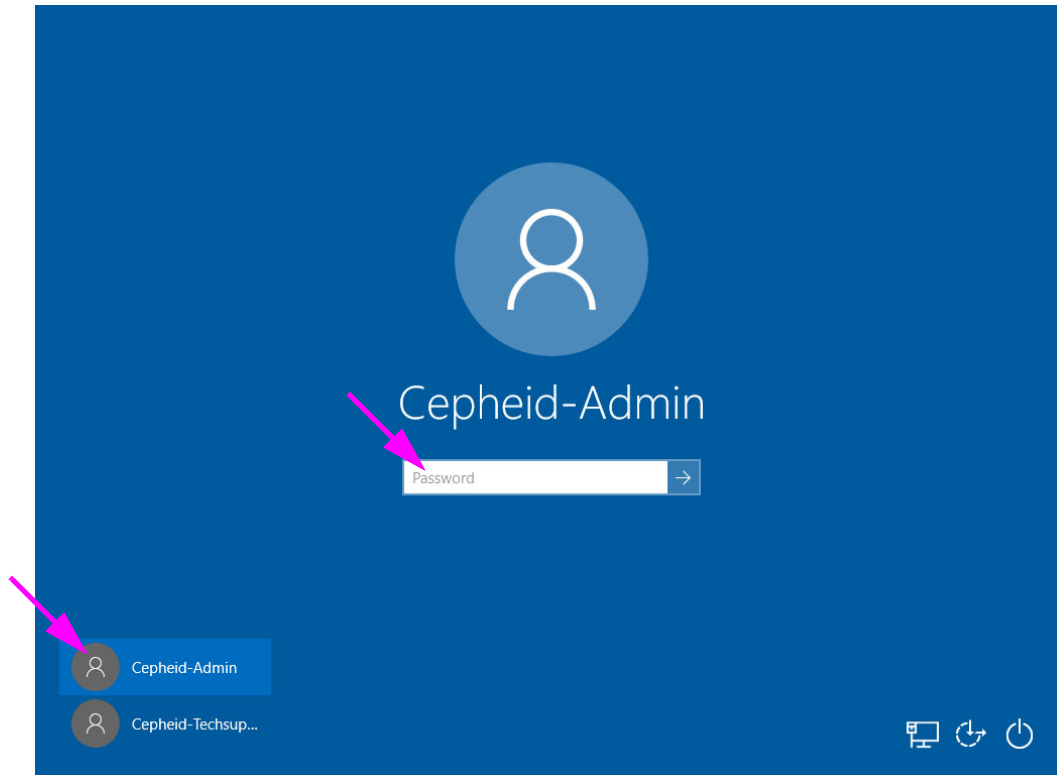

Figura 2-5. Ecrã de contas e palavra-passe do Windows 10
1. No Windows 10, após o arranque, aparece o ecrã de bloqueio do Windows. Ver Figura 2-4. Clique em qualquer ponto do ecrã para apresentar o ecrã de contas e palavra-passe do Windows. Ver Figura 2-5.
A conta **Cepheid-Admin** é utilizada para todas as tarefas do cliente, tais como a execução de testes, configuração do sistema e atualizações do software. A conta **Cepheid-Techsupport** destina-se a ser utilizada apenas pela Assistência técnica da Cepheid. Ver Figura 2-5.
2. No ecrã de contas e palavra-passe do Windows, selecione a conta de utilizador **Cepheid-Admin** (ver Figura 2-5).
3. No ecrã de contas e palavra-passe do Windows (ver Figura 2-5), digite a palavra-passe. A palavra-passe predefinida é **cphd** e tem de ser alterada quando iniciar sessão pela primeira vez (tal como indicado pelo software). Depois de a palavra-passe ter sido alterada pelo administrador do sistema, introduza a palavra-passe atribuída para iniciar a sessão no futuro. Vai surgir o ecrã do ambiente de trabalho do